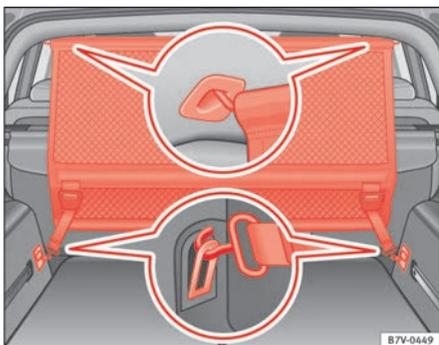

Abb. 100 Im Gepäckraum: Netztrennwand hinter der zweiten Sitzreihe einbauen.
- Netztrennwand in der hinteren linken Aufnahme im Dach einhängen \Rightarrow Abb. 100 ①. Darauf achten, dass die Querstange über die obere Position hinaus nach unten gezogen wird.
- Beide Haltehaken der Netztrennwand in die vorderen Verzurrösen im Gepäckraum \Rightarrow Abb. 100 ② einhängen und die Gurte fest spannen.
- Netztrennwand in der vorderen linken Aufnahme im Dach einhängen \Rightarrow Abb. 100 ③. Darauf achten, dass die Querstange über die obere Position hinaus nach unten gezogen wird.
- Haltehaken der Netztrennwand an den Verzurrösen \Rightarrow Abb. 100 ④ aushaken.
- Netztrennwand an der rechten Aufnahme im Dach \Rightarrow Abb. 100 ⑤ bzw. ⑥ durch Zusammendrücken der Querstange aushängen.